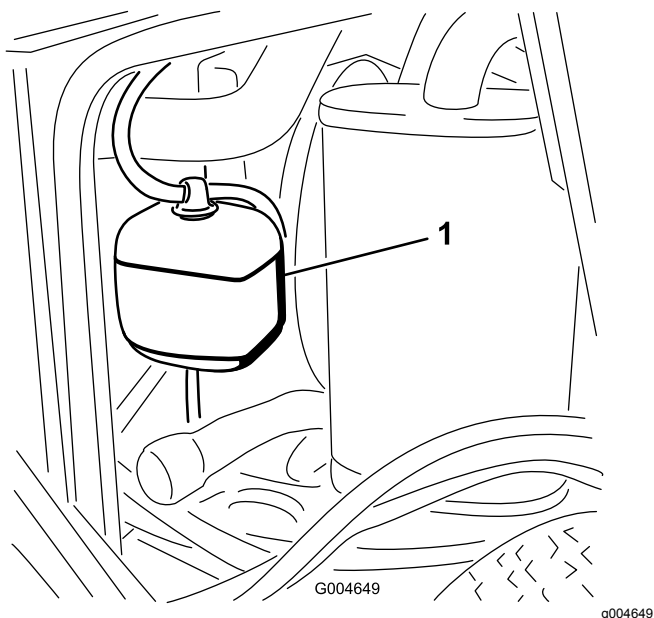

Рисунок 36
1. Проверьте уровень охлаждающей жидкости в расширительном бачке (Рисунок 36).